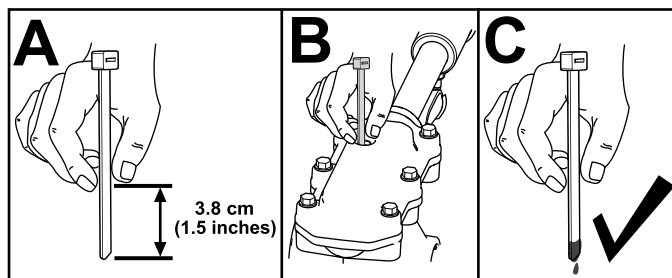

Рисунок 29
- Проверьте уровень масла, используя подходящее приспособление для измерения, такое как чистая кабельная стяжка. Уровень масла должен находиться приблизительно на 3,8 см ниже отверстия заливной горловины (Рисунок 29).